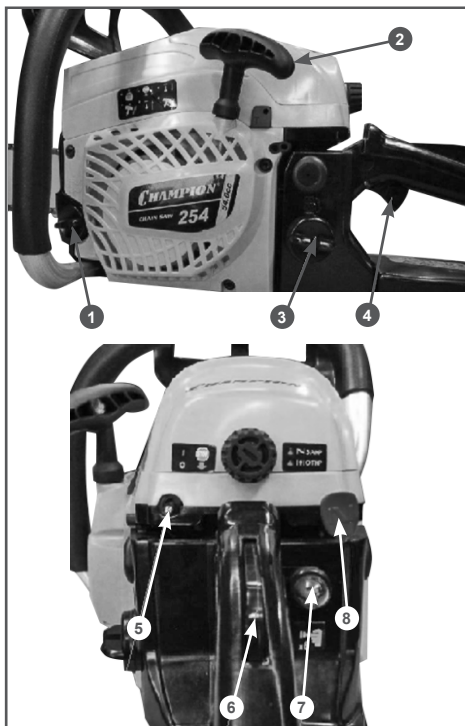

Рис. 11 Органы управления, необходимые для запуска бензопилы
1. Заполните топливный бак 3 (Рис. 11) свежеприготовленной топливной смесью.
2. Заполните масляный бак 1 (Рис. 11) чистым маслом для смазки цепи.
5. Прокачайте топливо через карбюратор. Для этого нажимайте (примерно 5-10 раз) на ручной топливный насос 7 (Рис. 11) до появления в насосе топлива и возникновения сопротивления при нажатии.
6. Установите выключатель зажигания 5 (Рис. 11) в положение «I».
7. Закройте воздушную заслонку карбюратора. Для этого вытяните рычаг 8 (Рис. 11) управления воздушной заслонкой.
9. Выберите свободный ход шнура стартера. Для этого потяните за ручку стартера 2 (Рис. 11) до тех пор, пока не почувствуете сопротивление, затем сильно, но плавно потяните за ручку. Повторите эти действия 3-5 раз до первой вспышки топлива в двигателе. Двигатель не запускается, а сразу глохнет. Плавно, не бросая, верните ручку стартера на место.
10. После первой вспышки откройте воздушную заслонку, для этого нажмите на рычаг 8 (Рис. 11) управления воздушной заслонкой и верните его в исходное положение.
12. Обхватив заднюю рукоятку правой рукой, нажмите рычаг газа 4, одновременно с этим нажав на рычаг блокировки рычага газа 6 (Рис. 11).
13. Отпустите рычаг газа 4 (Рис. 11), при этом двигатель перейдет в режим холостого хода.